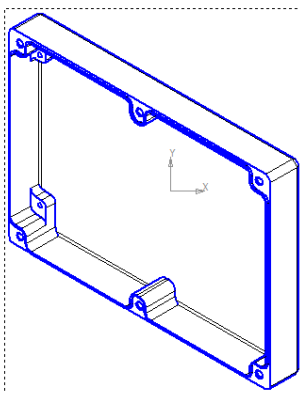

Рис. 6.6. Создание произвольного вида
3. Кликнуть на свободном поле чертежа и создать вид (рис. 6.6).